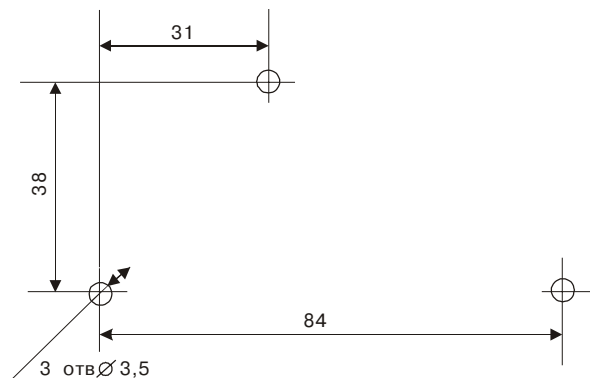

Рис.12
- произведите разметку согласно рис.12;